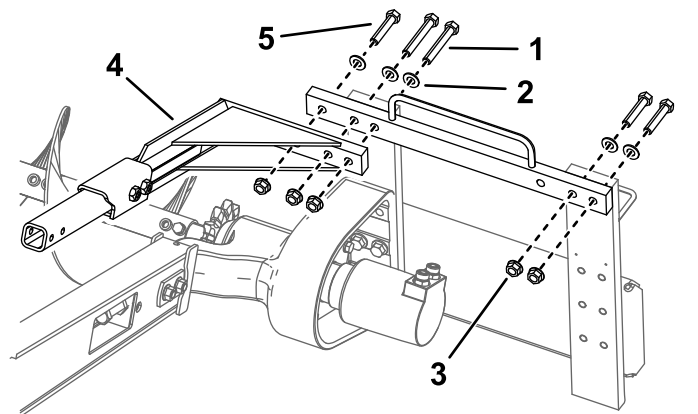

Figura 9
1. Perno (6)
8. Retire los 2 pernos (5/8" x 3"), las 2 arandelas y las 2 tuercas que fijan el lado derecho del chasis superior y muévalos a los taladros correspondientes a la izquierda (Figura 9).
1. Perno – 5/8" x 4" (2)
2. Arandela (5)
3. Tuerca (5)
5. Perno – 5/8" x 3" (3)
9. Instale la barra de seguridad sobre la cadena de la zanjadora usando los 3 pernos, las arandelas y las tuercas que retiró anteriormente (Figura 9).